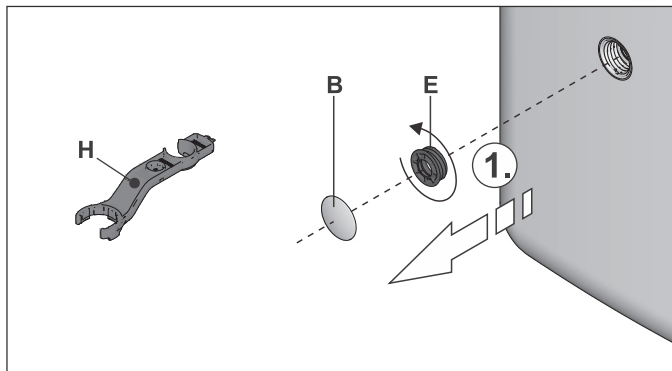

Fig. 5-2 Svitare il raccordo filettato
- 1 Smontare la maschera di copertura (fig. 5-2, pos. J) dal raccordo di riempimento e svuotamento.
- Smontare la lamiera di copertura della maniglia e svitare il pezzo filettato (fig. 5-2, pos. E) dal contenitore del serbatoio.